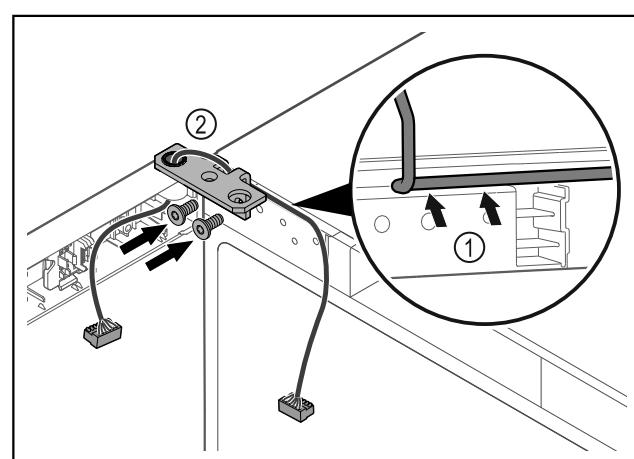

Fig. 58
- ▶ Кабель провести через віймку шарнірного кутика і обережно прокласти Fig. 58 (1).
- ▶ Накрутити шарнірний кутик Fig. 58 (2).